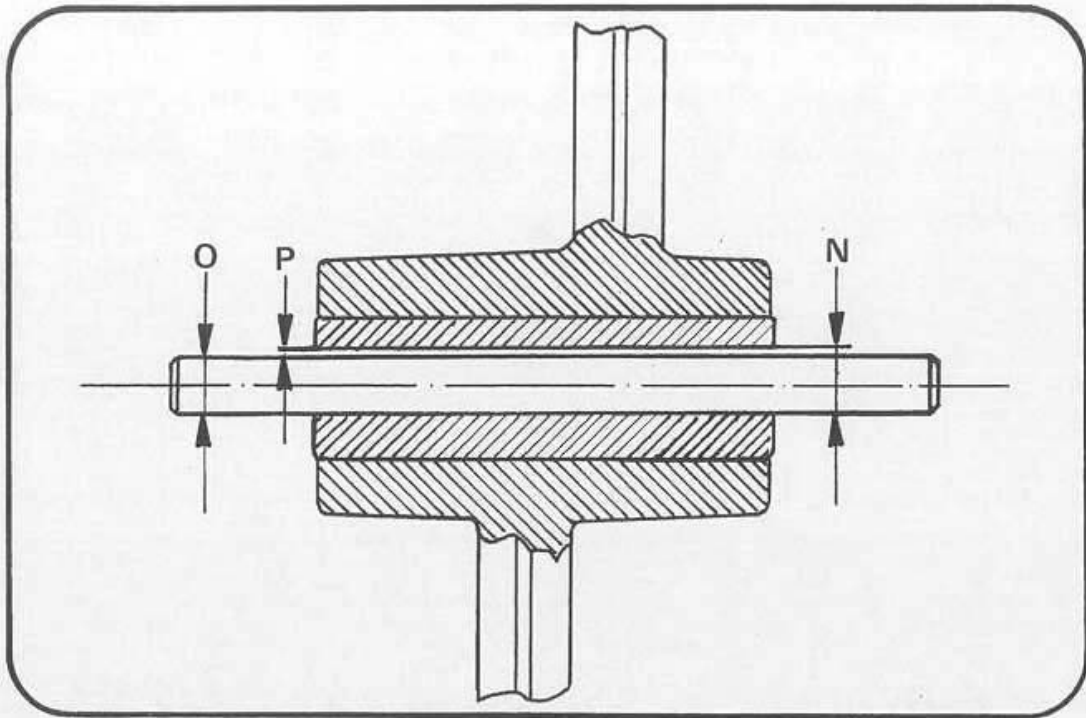

Fig. 61
**REVISIONE E LIMITI DI USURA****Boccole e perni per bilancieri** (vedi fig. 61 e tab. 10).
**ENGINE OVERHAULING - WEAR LIMITS****Rockers bushes and pins** (see fig. 61 and table 10).